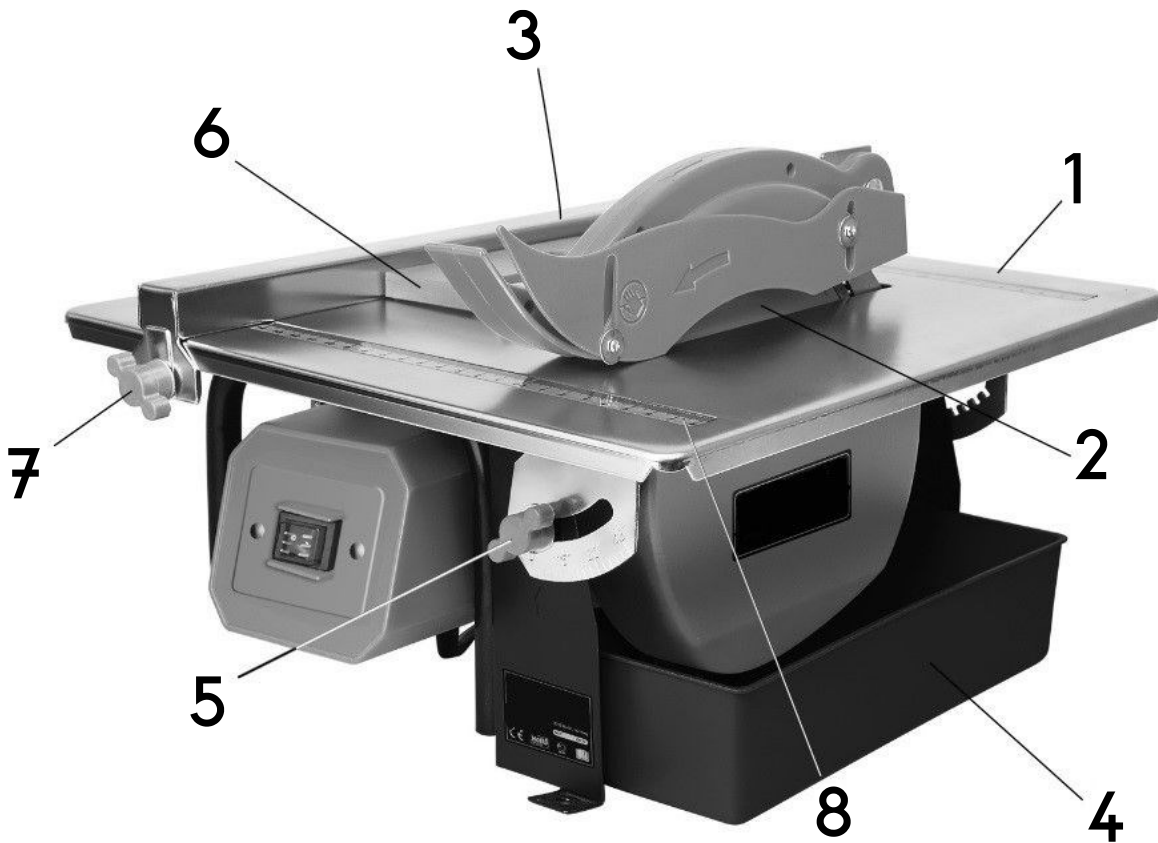

Figure 1
## Opération (fig. 1)
## Butée parallèle (fig. 1)
## Réglage pour coupes biaisées (fig. 1)
- Retirez le réservoir d'eau (**4, fig. 1**).